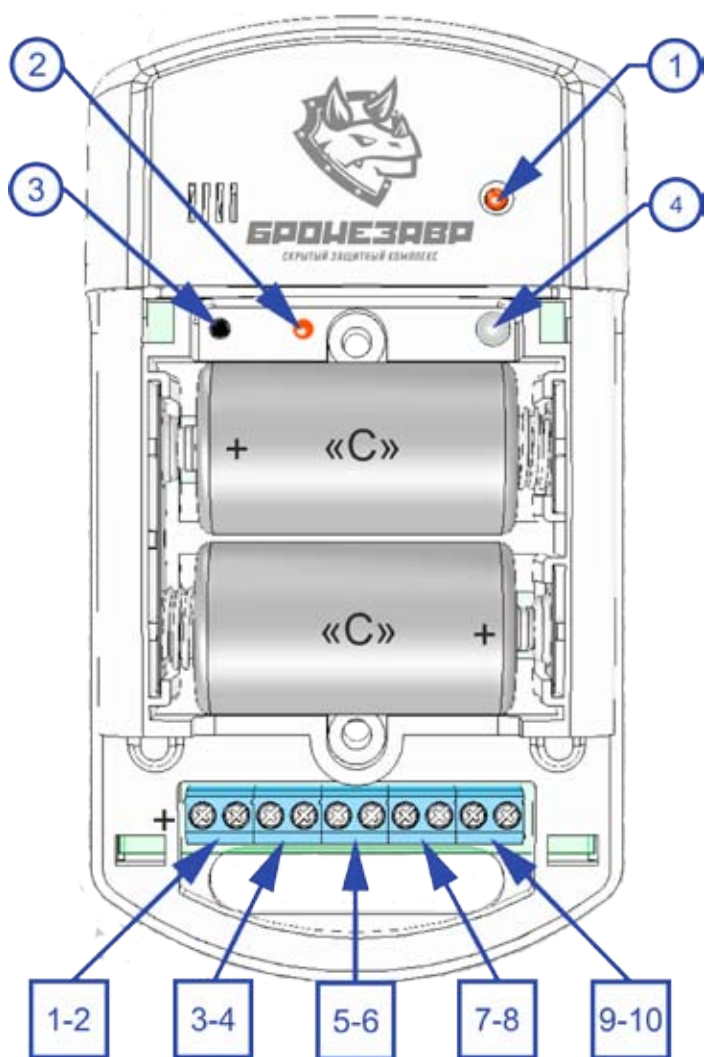

Рисунок 1
- 1) Нажать на кнопку 3 (рис.1) желаемое число раз индикатор 2 (рис.1) горит постоянно не мигая